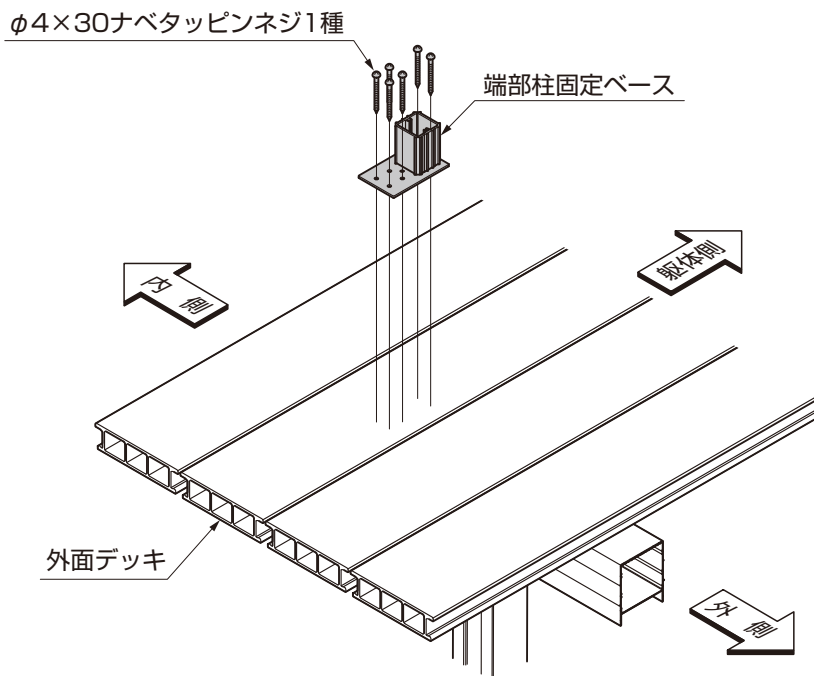

図2-1
- ① 端部柱固定ベースをフラットデッキに、「φ4×30ナベタッピンネジ1種」で取付けてください。(図2-1参照)